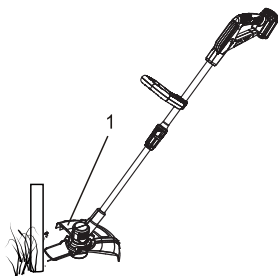

Fig.16
Si le cercle de coupe devient trop petit, il se peut que le fil pour coupe-herbe soit coincé dans la bobine ou qu'il soit épuisé. Avancer manuellement le fil comme indiqué à la figure 16. Si cela ne fonctionne pas, consulter « RÉPARATION D'UN FIL POUR COUPE-HERBE COINCÉ OU TROP COURT » ci-dessous.
Une fois la coupe terminée, nettoyer le dessous de la protection et la bobine. Avancer le fil comme indiqué à la figure 16 pour s'assurer qu'il est de la bonne longueur pour la prochaine utilisation.
Pour éviter d'endommager un poteau, une terrasse, etc., abaisser le guide de coupe (1) et configurer le coupe-herbe (Fig.16) pour protéger le fil du coupe-herbe.